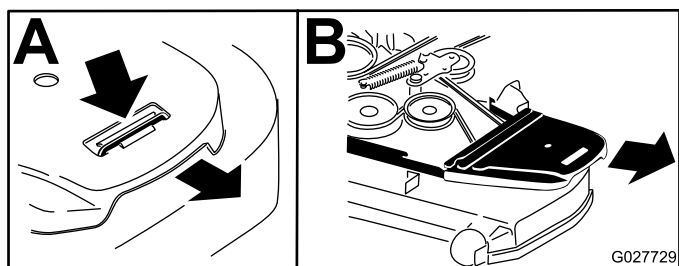

Figura 80
6. Rimuovete i paracinghia e i relativi bulloni (Figura 80).